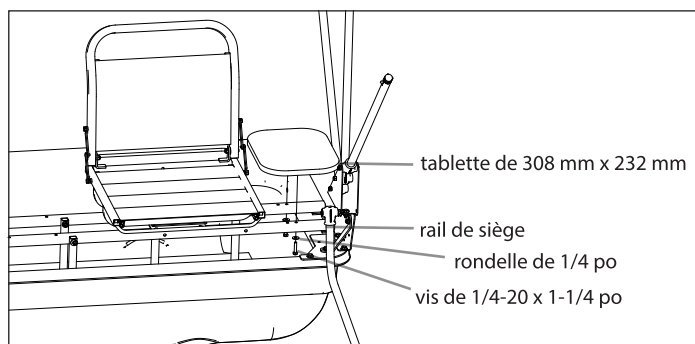

FIGURE 7
11. Trouver deux (2) tablettes de 308 mm x 232 mm (11331) et une (1) tablette de 441 mm x 318 mm. Attacher une (1) des petites tablettes au rail de siège (14818) avec deux (2) vis de 1/4-20 x 1-1/4 po et deux (2) rondelles de 1/4 po. Répéter cette opération pour assembler l'autre petite tablette. **VOIR FIGURE 7**